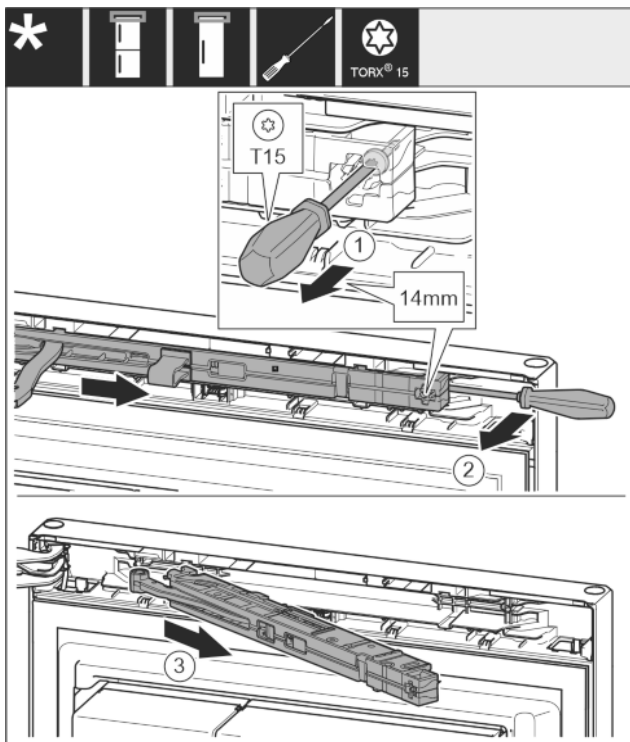

Fig. 9
- ▶ Ослабьте винт на узле амортизатора с помощью отвертки T15 примерно на 14 мм. Fig. 9 (1)
- ▶ При помощи отвертки со стороны ручки переместите за узел амортизатора и поверните вперед. Fig. 9 (2)
- ▶ Извлеките узел амортизатора. Fig. 9 (3)